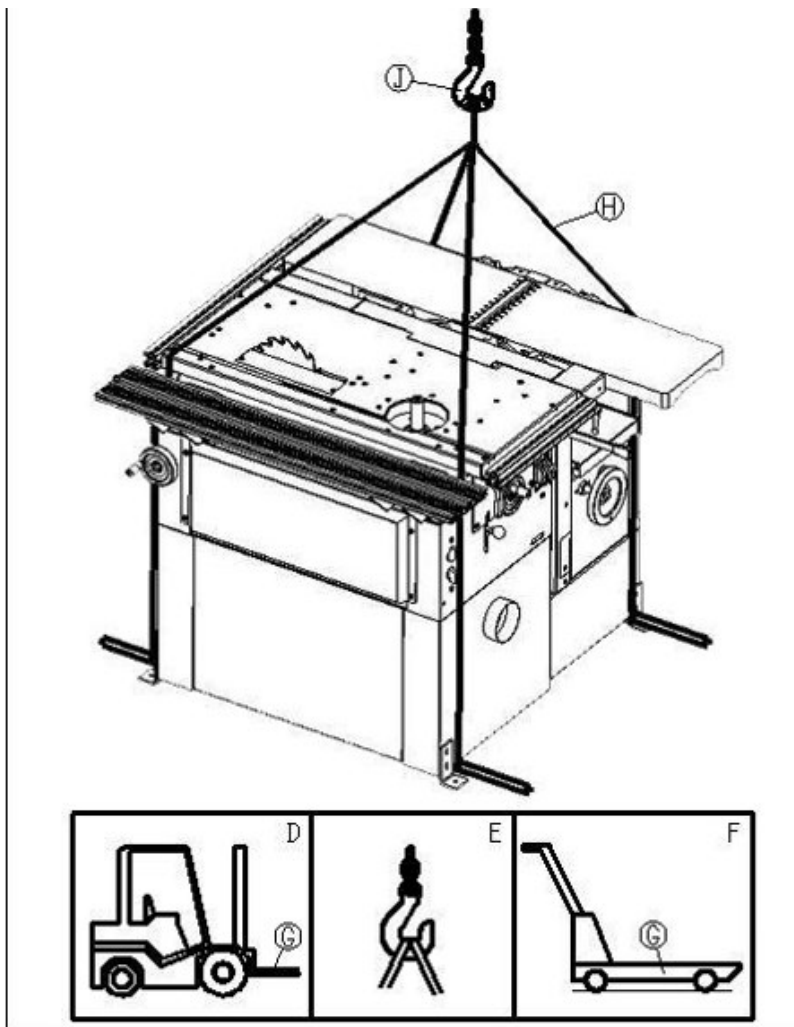

Abb.3-1: Transporthinweise
Bereiten Sie einen Hochhubwagen (Abb. 3-1, Pos. D) oder einen manuellen Hubwagen (Abb. 3-1, Pos. F) mit ausreichender Tragfähigkeit vor,
➔ setzen Sie die Gabeln (Abb. 3-1, Pos. G) unter die Maschine, wie in folgender Abbildung gezeigt.
Wenn Sie einen Kran (Abb. 3-1, Pos. E) oder ein ähnliches Hebezeug verwenden, gehen Sie wie folgt vor:
- Bereiten Sie vier Hebegurte (Abb. 3-1, Pos. H) oder Stahlseile mit einer Länge von mindestens 2 m und ausreichender Tragfähigkeit vor.